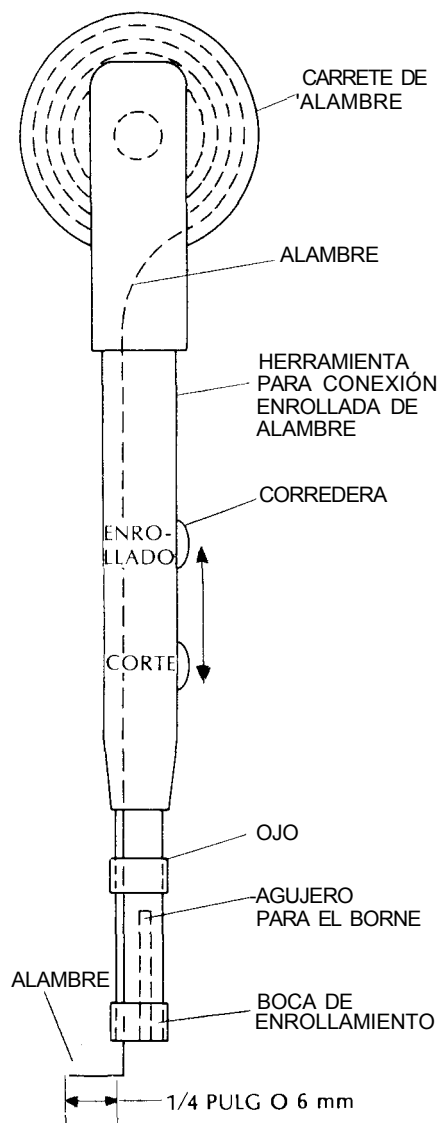

Fig. 26-27. Alambre insertado en la herramienta para conexión enrollada.
**Empleo de la herramienta para conexión enrollada de alambre.** Cuando emplee una herramienta de este tipo, asegúrese que esté diseñada para enrollar alrededor de los bornes que se estén utilizando. Para enrollar, debe mover la corredera hacia la posición de "enrollado"; después alimentar el alambre a través del agujero central en el cuerpo de la herramienta, del ojo y de la boca de enrollado. Deje que sobresalga aproximadamente 1/4 de pulg (6 mm) de alambre de la boca de enrollado (Fig. 26-27).